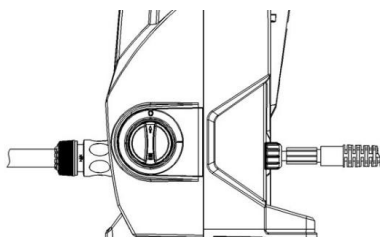

Figura 13
1. Coloque el interruptor ON/OFF en la posición OFF marcada O. Ver figura 13.